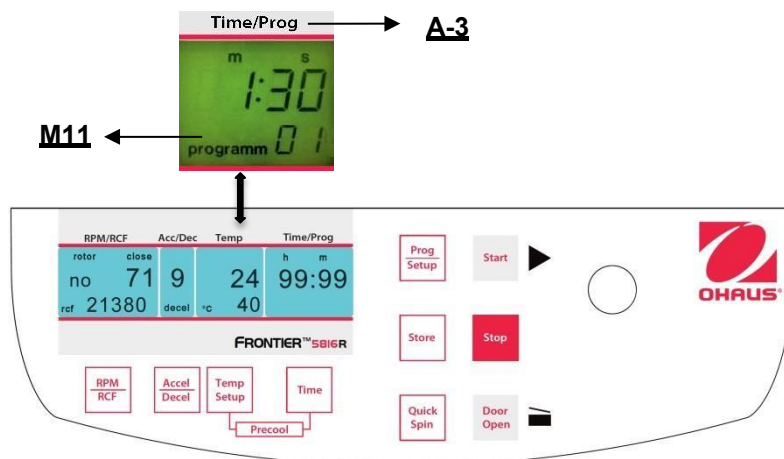

Figura 31
Quando sul display **"Time/Prog"** (A-3) appare la parola **"error"** insieme al numero **"02"** (Vedere figura 31), ciò può essere dovuto alla ragione seguente. Difetto dell'interruttore di squilibrio.
Procedere come descritto al punto 4.1.1 per inserire questa modalità programma e poi premere il tasto **"Accel/Decel"** (5). Sul display **"Acc/Dec"** (A-2) compare la parola **"Service"**. Selezionare adesso la lettera **"C"** con la manopola di regolazione (1). Di conseguenza, sul display **"RPM | RCF"** (A-1), appaiono le parole **"CELSI/temp"**. Se si preme il tasto **"RPM | RCF"** (4), lampeggia la parola **"CELSI"** e si può modificare il display Fahrenheit **"FAREN"**, con la manopola di regolazione(1) (Vedere figura 31). Dopo che si sono salvate le impostazioni (Vedere 4.1.1) ritornare nuovamente alla modalità normale disconnettendo la centrifuga per un breve tempo.